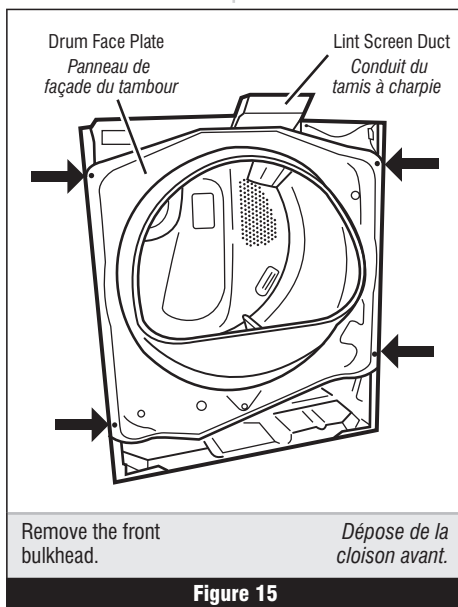

Figure 15
9. Remove the front bulkhead by loosening the upper two screws and removing the lower two screws. See figure 15.
9. Ôter la cloison avant : desserrer les deux vis supérieures et ôter les deux vis inférieures. Voir figure 15.